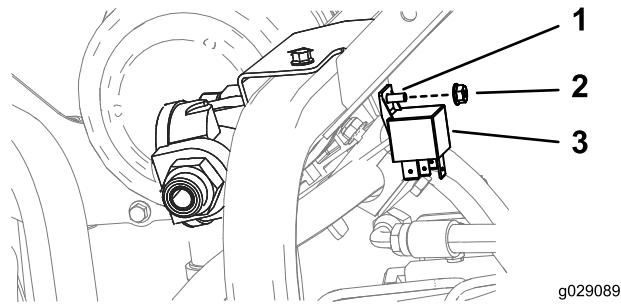

Bild 13
4. Befestigen Sie das Relais, wie in Bild 13 abgebildet.